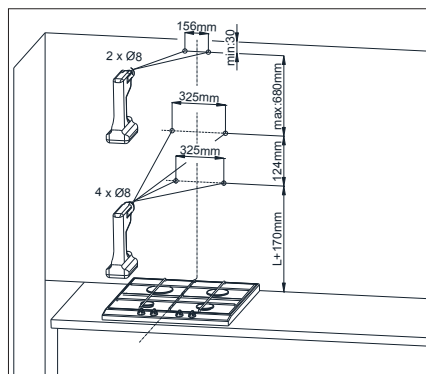

Fig. 10 Dimensions d'assemblage
1. Définissez l'axe de la cuisinière et projetez-le sur le mur, là où la hotte sera montée. Signez tous les points caractéristiques de la fixation de la hotte. Faites les ouvertures avec la perceuse. (Fig. 10)